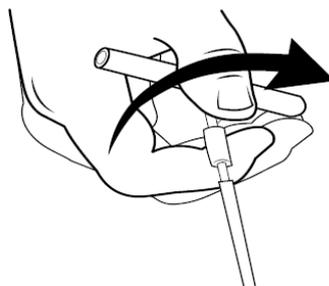

Figura 19. Extracción del mango del tunelizador
6. Una vez que la punta del tunelizador esté completamente expuesta, desatornille y retire el mango del tunelizador (Figura 19).